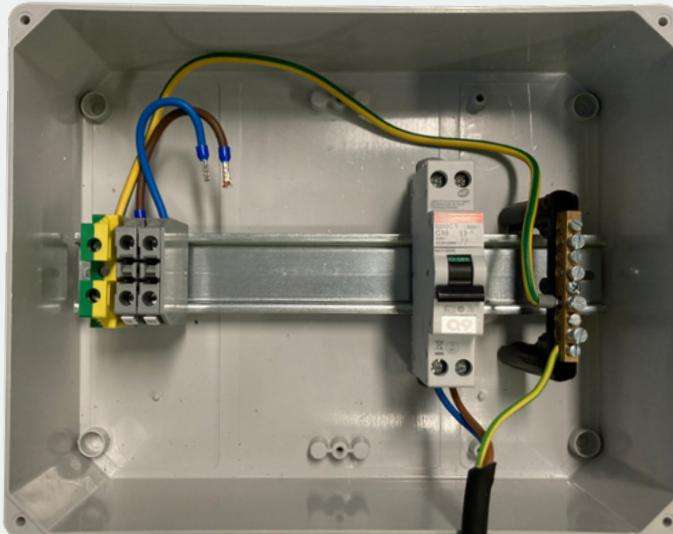

Figure 3
3. Retirez le protecteur de moteur, le contacteur et le minuteur de piscine. Retirez les fils inutilisés. Voir la Figure 3.